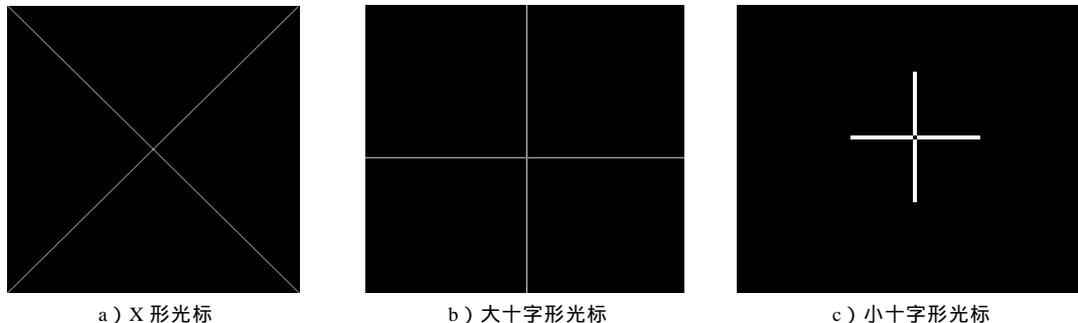

图 17-22 光标形式
(13) R 刷新工作区域图形。
(14) S 按网格移动与否切换光标。
(15) T 切换透明显示模式与普通显示模式。
(16) U 与单击工具栏中的  (Undo) 图标按钮作用一致,即取消上一次操作。
(17) Ctrl+U 与单击工具栏中的  (Redo) 图标按钮作用一致,即恢复上一次操作。
(18) V 与单击工具栏中的  (Grid Vis) 图标按钮作用一致,即切换栅格点的显示与否。
(19) W 进入框选模式。单击鼠标左键选定开始点,再单击鼠标左键选择结束点,完成框选操作。
(20) X 进行光标形式的切换,有大小十字形和 X 形光标可供切换,如图 17-22 所示。